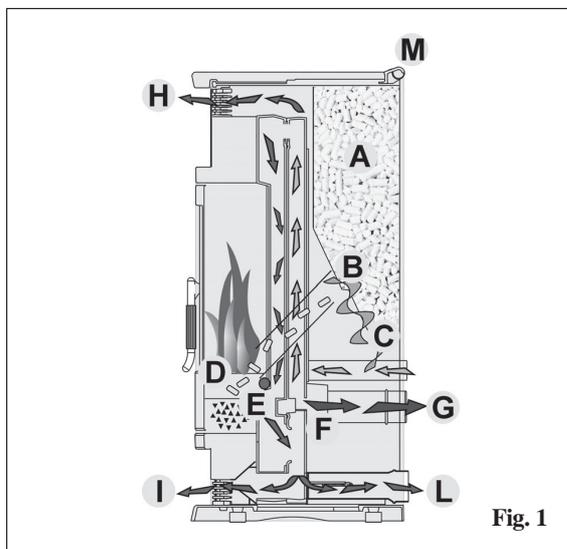

Fig. 1
Les poêles AIDA-MEDEA (version base ou canalisable) utilisent comme combustible le pellet de bois, dont la combustion est gérée électroniquement. Ci-dessous est illustré le fonctionnement (les lettres font référence à la figure 1). Le combustible (pellet) est prélevé du réservoir de stockage (A) et, grâce à une vis sans fin (B) activée par un motoréducteur (C), il est transporté dans le creuset de combustion (D). L'allumage du pellet se fait grâce à de l'air chaud produit par une résistance électrique (E) et aspiré dans le creuset par un ventilateur centrifuge (F). Les fumées produites par la combustion sont extraites du foyer grâce à ce même ventilateur centrifuge (F), et expulsées par le raccord (G) situé en bas à l'arrière du poêle. L'air pour le chauffage suit deux parcours distincts dans les deux parties droite et gauche du poêle (fig. 2 page 51). Dans la moitié droite du poêle l'air entre dans la partie supérieure pour transiter dans l'interstice à l'arrière du foyer, où il se réchauffe pour ensuite sortir dans la pièce par la grille frontale supérieure (H), réf. Circuit A (fig. 2 page 46). Dans la moitié gauche du poêle l'air entre dans la partie inférieure pour transiter (d'abord en montant puis en descendant) dans l'interstice à l'arrière du foyer, où il se réchauffe pour ensuite sortir dans la pièce par la grille frontale inférieure (I) ou (version canalisée) par le raccord spécial postérieur de canalisation. Par le raccord et avec des tuyaux adaptés, l'air peut être convoyé dans une pièce attenante (L), réf. **Circuit B** (fig. 2 page 51). Dans la moitié droite du poêle l'air entre dans la partie supérieure pour transiter (d'abord en descendant puis en montant) dans l'interstice à l'arrière du foyer, où il se réchauffe pour ensuite sortir dans la pièce par la grille frontale supérieure N (**référence circuit A fig. 2 page 51**). La quantité de combustible et l'extraction des fumées/alimentation air comburant, sont réglées par une carte électronique dotée d'un logiciel avec système **Fire Control** afin d'obtenir une combustion à rendement élevé et à basses émissions. Le panneau synoptique (M) est installé sur le haut et il permet de gérer et de visualiser toutes les phases de fonctionnement. Les phases principales peuvent être gérées également avec la télécommande. Le poêle est doté d'une prise sérielle à l'arrière (avec câble en option cod. 621240) pour le raccordement avec des dispositifs d'allumage à distance (par exemple un combinateur téléphonique ou un thermostat d'ambiance). Les poêles sont réalisés avec une structure interne complètement en fonte.